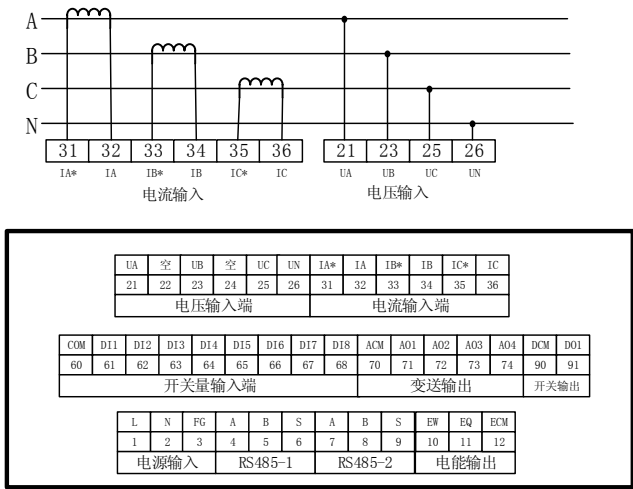
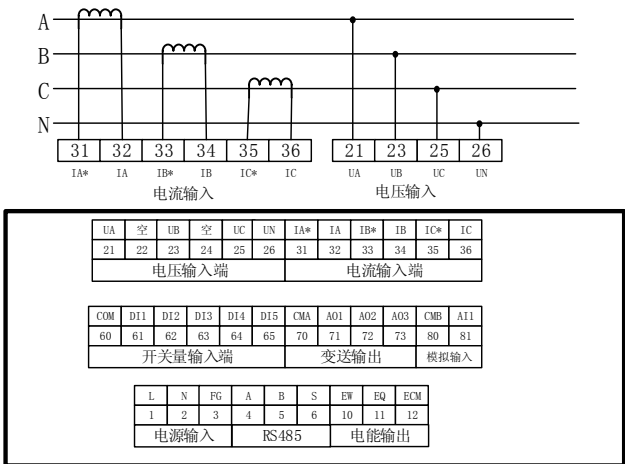

图3 96×96多功能电力仪表端子布置图1
图4 72×72多功能电力仪表端子布置图1
1) 基本电量测量+开关量输入+模拟量变送输出+电能脉冲输出+模拟量输入+湿度检测 (见图3, 图4)